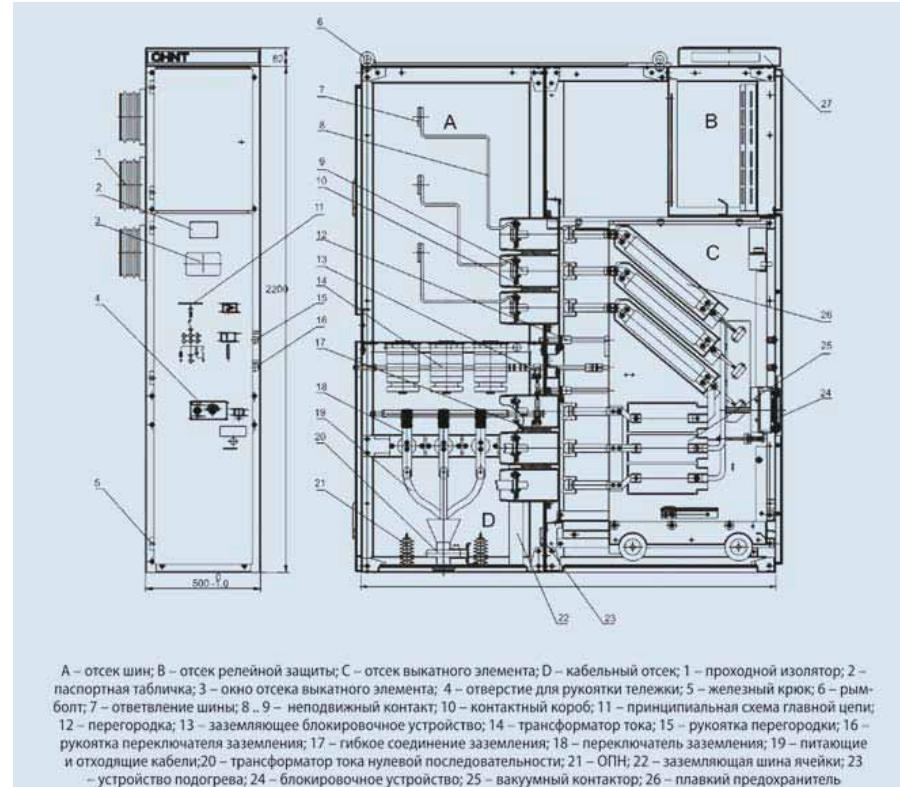

Рис. 5.1 Устройство РУ KYN26-7.2(J-R)/400-40
5.8. Монтажная схема типового устройства РУ (см. рис. 5.1).